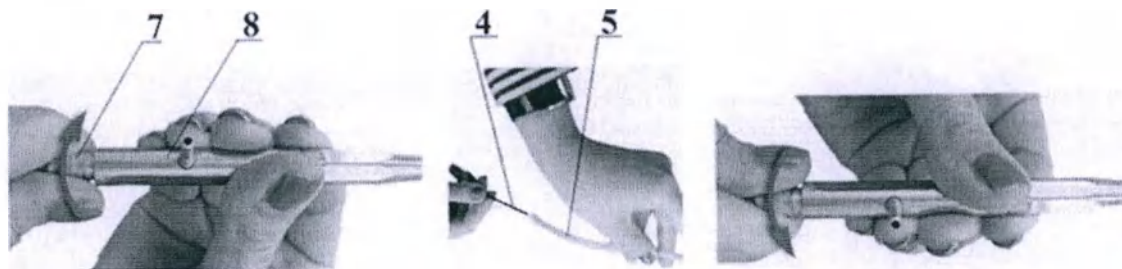

Рисунок 16 – Установка световодного кабеля
1) удерживая одной рукой тройник 8 (смотри рисунок 16), отверните на один – полтора оборота гайку 7 фиксации тройника;
1) удерживая одной рукой тройник 8 световода (смотри рисунок 16), отверните на один – полтора оборота гайку 7 фиксации тройника;